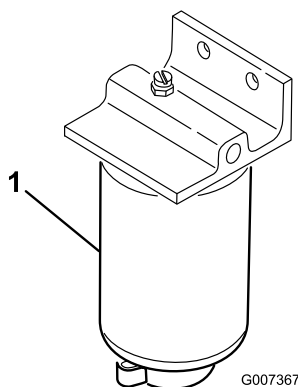

Figura 54
1. Coloque um recipiente limpo debaixo do filtro de combustível (Figura 54).